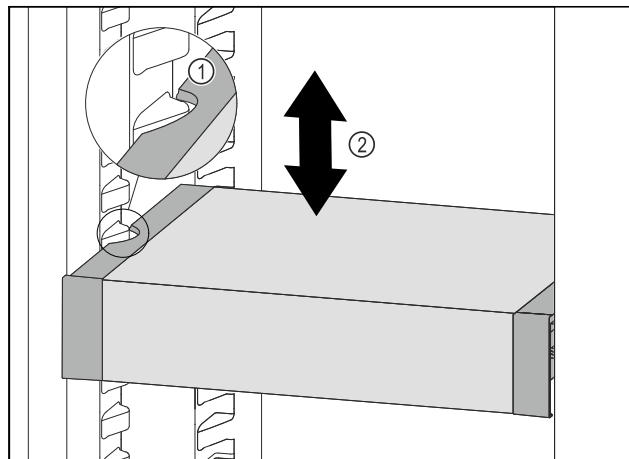

Fig. 132
- Tirare VarioSafe in avanti fino a quando le cavità laterali di VarioSafe non si trovano al livello della nervatura del contenitore nel vano frigorifero. Fig. 132 (1)
- Spostare VarioSafe verso l'alto o verso il basso nel vano frigorifero fino a raggiungere l'altezza desiderata. Fig. 132 (2)